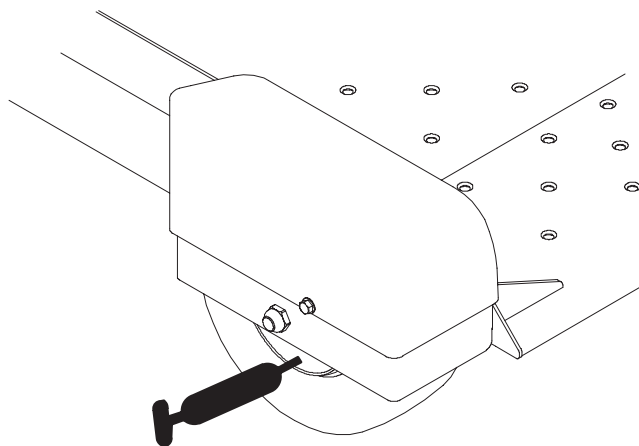

Bild 6
2. Setzen Sie die Fettpresse nacheinander an allen Nippeln an (Bild 6).